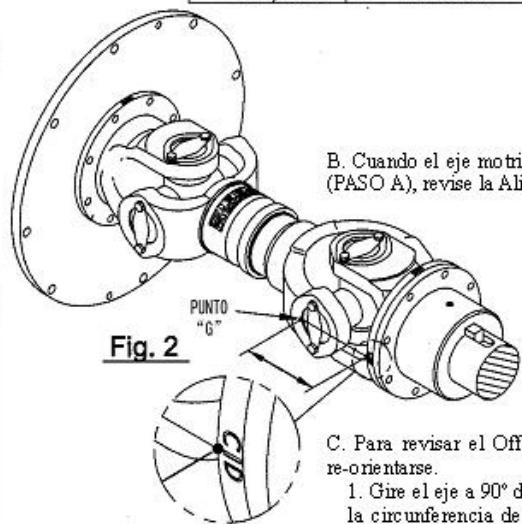

Fig. 2
1. Mida desde la cara de la brida del eje motriz hasta el Punto "G" como se muestra en la (Fig. 2). (El Punto "G" está en el punto más lejano en diámetro de calibre del rodamiento). Esta medida debe ser igual a la del punto "E" $\pm 0,5\text{ mm}$.